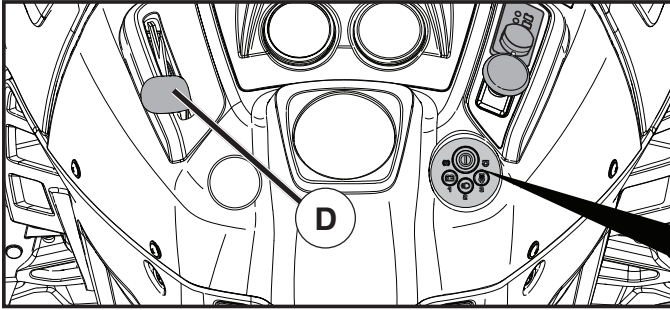

Fig. 7
PARA USAR EL CONTROL DE LA ACELERACIÓN (D) (Vea Fig. 7)